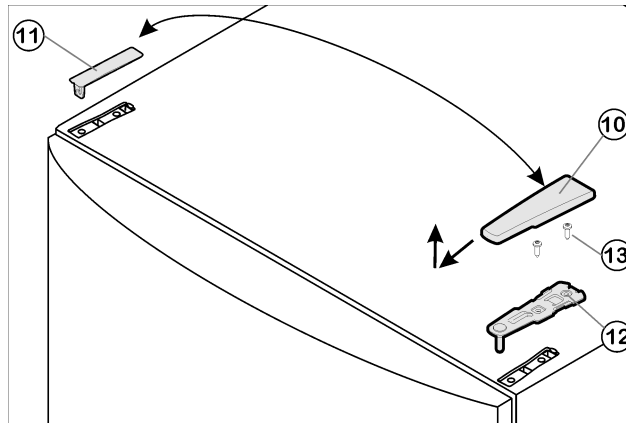

Fig. 4
- Потяните крышку Fig. 4 (10) вперед и вверх.
- Снимите крышку Fig. 4 (11).
- Открутите верхний опорный кронштейн Fig. 4 (12) (2 шт. Torx® 25) Fig. 4 (13) и вытяните вверх.
- ▶ Установите верхний опорный кронштейн *Fig. 4 (12)* на новой стороне шарнира и защёлкните в дверце.
- ▶ Прикрутите верхний опорный кронштейн *Fig. 4 (12)* **(с моментом 4 Нм)** (2 шт. Torx® 25) *Fig. 4 (13)*. При необходимости проделайте отверстия или используйте аккумуляторную отвертку.
- ▶ Защёлкните крышку *Fig. 4 (10)* и крышку *Fig. 4 (11)* на противоположной стороне.